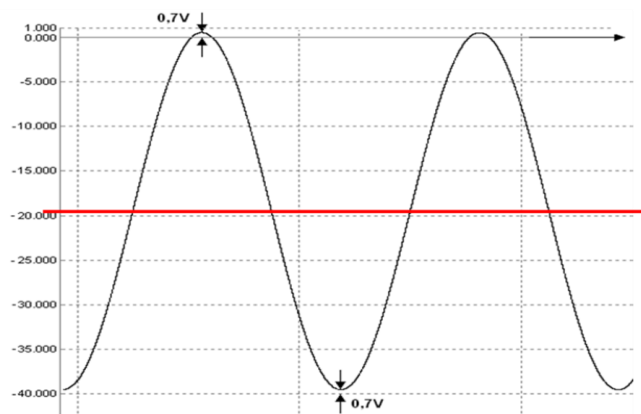

Figura 2.26: Forma de onda na saída do circuito ArquivoEletronicaMCP17
Após o diodo cortar a relação entre as três tensões é: $V_s = V_e - V_c = 20 \cdot \sin \omega \cdot t - 19,3 \text{ (V)}$. A representação gráfica é mostrada na figura 2.26.